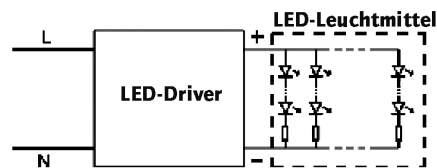

Abbildung 1. Reihenparallelschaltung
3. Der LED-DRIVER unterstützt LEDs mit einer Leistung von 18 bis 30 W 700 mA. Werden die LEDs in einer Reihenparallelschaltung angeschlossen, achten Sie bitte darauf, dass die Verbindungen über einen angemessenen Strombegrenzungswiderstand in jeder Reihe des Stromkreises verfügen (Abb. 1). Werden die LEDs in Reihe geschaltet, müssen die LEDs mit derselben Polarität verbunden werden. Ein extra Strombegrenzungswiderstand ist unnötig (Abb. 2).